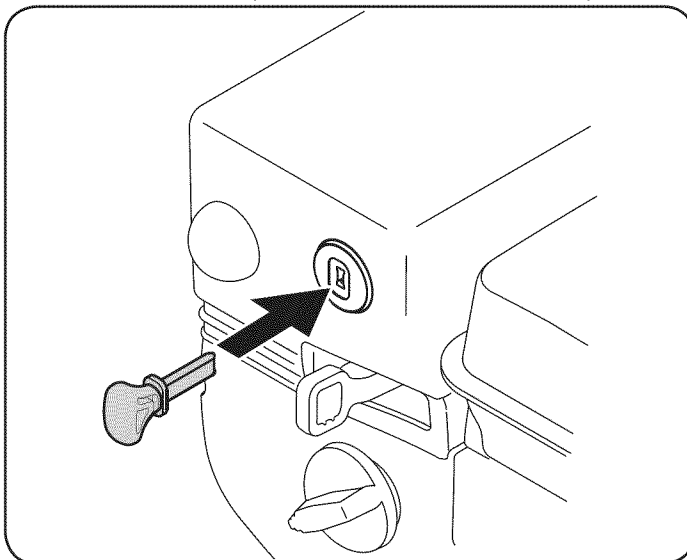

Figura 8
2. Inserte la llave completamente en la ranura, Figura 8. Asegúrese de que encaje en su sitio. NO girar la llave. El motor no puede comenzar a menos que la clave se inserta en el interruptor.